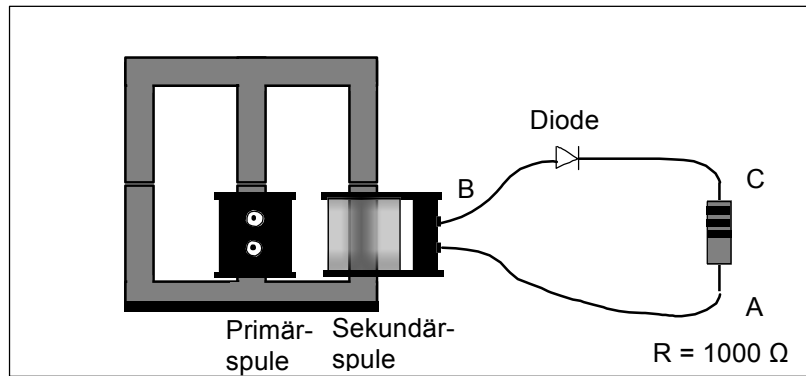

Abb. 3
7. Nehmen Sie die Spule mit 200 Wdg. als Primärspule und diejenige mit 800 Wdg. als Sekundärspule. Schließen sie die Diode wie in Abb. 3 gezeigt an die Sekundärspule und belasten den Ausgang wieder mit einem 1000 Ω Widerstand.
8. Stellen Sie auf Ihrem Oszilloskop die Triggerung so ein, dass auf die Netzfrequenz getriggert wird (schauen sie dazu ggf. im Handbuch Ihres Oszilloskopes nach). Verbinden Sie nun die Masse des Tastkopfes mit *Punkt A* der Schaltung (Abb. 3). Die Tastkopfspitze schließen Sie an *Punkt B* an. Zeichnen Sie den zeitlichen Verlauf des Signals (Ausgangsspannung) auf. Wiederholen Sie die Messung, indem Sie die Tastkopfspitze an *Punkt C* anschließen. Zeichnen Sie das Ergebnis erneut auf. Welche Unterschiede ergeben sich zwischen den beiden Kurvenformen? Beschreiben sie die Unterschiede.